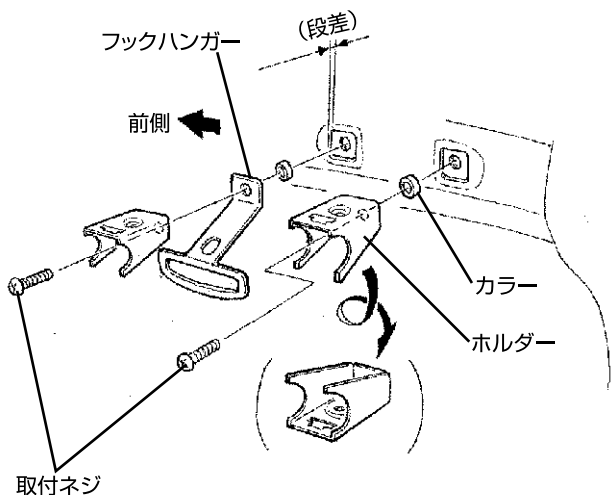

図7
- 2) 図7のように、アシストグリップを外した場所にホルダーAを前後平行にしっかり固定する。
- 車種によっては、ホルダーAが取付けづらい場合があります。その際は、ホルダーAを逆さ（図7（）内参照）にして取付けてください。